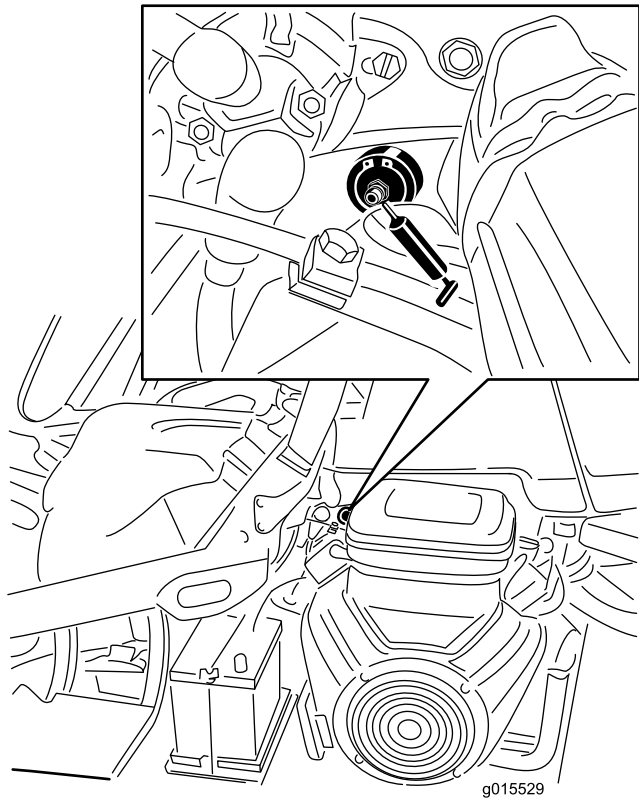

図 42
1. 異物を入れてしまわないよう、グリスフィッティングをきれいに拭く (図 42)。